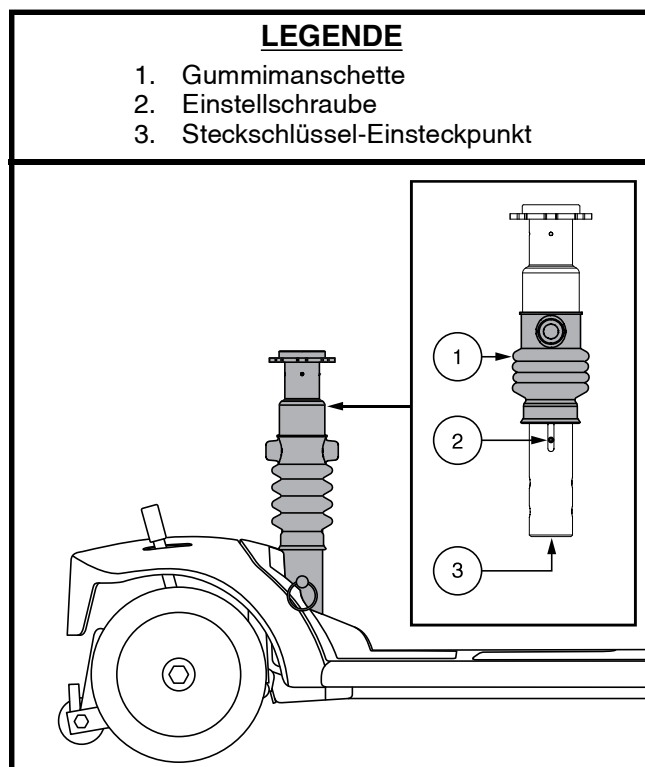

Abb. 27. Einstellen der Sitzfederung
Die Sitzstütze dient als Stoßdämpfer und kann für verschiedene Fahrkomfortstufen angepasst werden. Als Orientierungshilfe beim Einstellen dienen die Einstellschrauben, die durch das Einstellfenster an der Seite der Stütze sichtbar sind. Schieben Sie die Gummimanschette zum oberen Ende der Stütze, so dass die Einstellschrauben nicht verdeckt werden. **Siehe Abb. 27.**
3. Stecken Sie einen 13-mm-Steckschlüssel mit Verlängerung in die Unterseite der Stütze. **Siehe Abb. 27.**